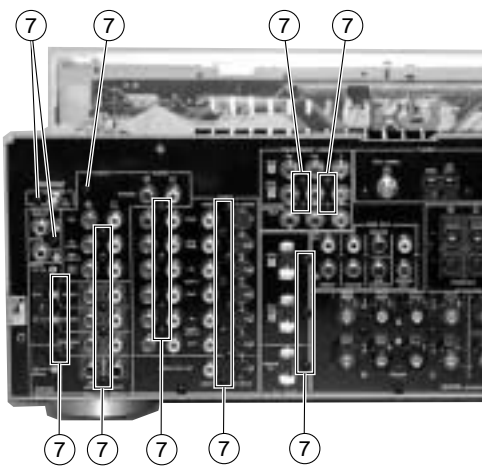

Fig. 8
- a. Remove 31 screws (⑦). (Fig. 8)
a. ⑦のネジ31本を外します。(Fig. 8)